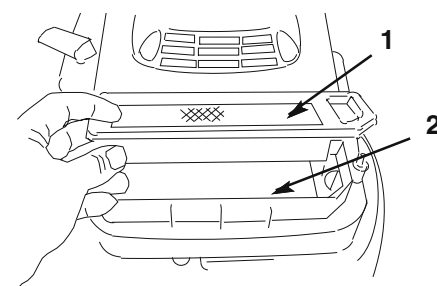

図38
5. ペーパー・エア・フィルタ (図38) を外して捨てる。